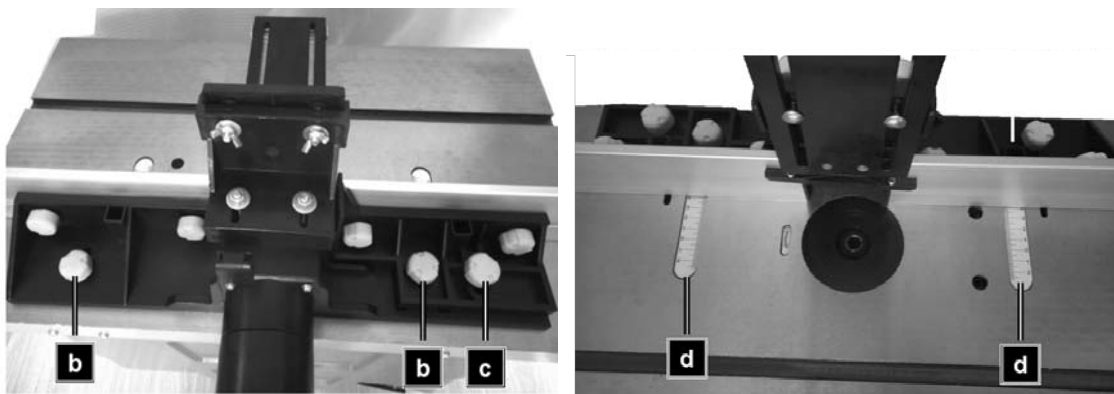

Fig. 17 : Afstellen van de aanslag/afsluiting
1. Duw de aanslag in de gewenste positie. Gebruik de schaalverdeling (pos. d, afbeelding 17) op de tafel om de hoogte in te stellen.
2. Draai de twee kunststof schroeven (pos. b, afbeelding 17) aan de achterkant van de aanslag vast om de aanslag in deze positie te fixeren.
De aanslag moet altijd worden afgesteld op het dunste materiaal om een goede geleiding van het werkstuk en nauwkeurig snijden te garanderen. Draai hiervoor de kunststofkopschroeven los (pos. b, afbeelding 17), duw de aanslag naar voren afhankelijk van de dikte van het te verwijderen materiaal en draai deze weer vast.